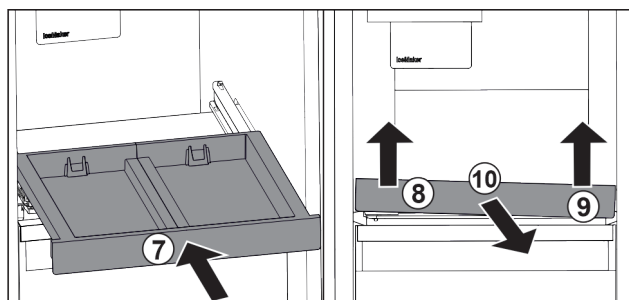

Fig. 20
- ▶ Вставьте выдвижную панель. Fig. 20 (7)
- ▶ Приподнимите выдвижную панель спереди слева. Fig. 20 (8)
- ▶ Приподнимите выдвижную панель спереди справа. Fig. 20 (9)
- ▶ Извлеките выдвижную панель движением вперед. Fig. 20 (10)